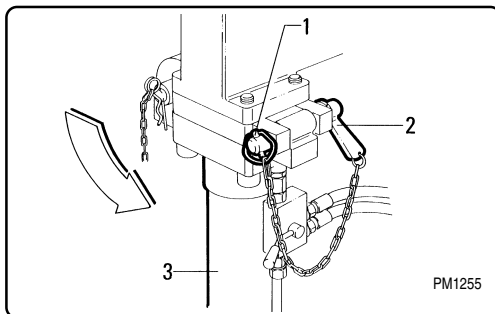

Fig. 6.7.11
- Sfilato i bracci stabilizzatori togliere la copiglia "1" (fig. 6.7.11) e sfilare il perno di bloccaggio "2".
- *After extending the outrigger booms, the split pin "1" (fig. 6.7.11) and the fixing pin "2" should be removed.*
- 1** Aprire il rubinetto valvola (fig. 6.7.11 per permettere lo sfilamento verticale del martinetto stabilizzatore e agire sulla leva del distributore.
- 1** *Open the valve (fig. 6.7.11) to allow vertical extension of the outrigger cylinder and operate the control valve block lever.*